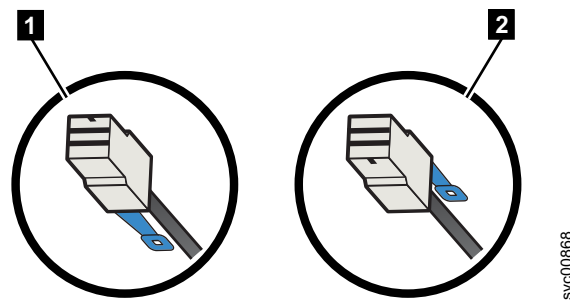

図 117. SAS ケーブル・コネクタの向き
- 2145-24F 拡張エンクロージャーまたは 2145-12F 拡張エンクロージャーの場合は、青色のプルタブがケーブルの下側になっていなければなりません (図 117 の **1**)。
- 2145-SV1 ノードまたは 2145-DH8ノードと 2145-92F エンクロージャーの場合は、青色のプルタブがコネクタの上側になっていなければなりません (図 117 の **2**)。